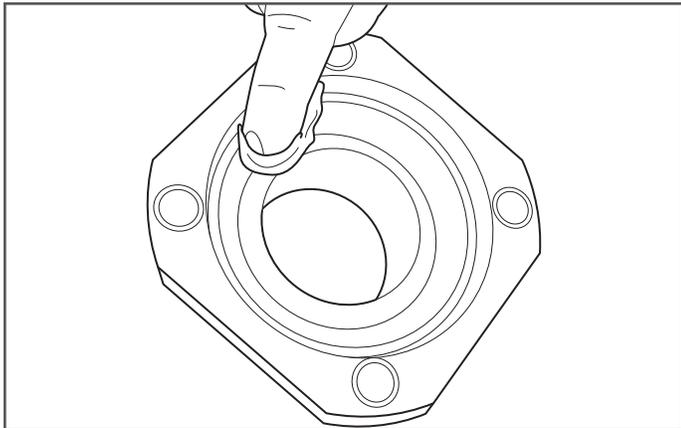

Figura 9-10
10. Use la grasa limpia para rodamientos o la grasa al litio para cubrir la superficie interna del adaptador frontal del acoplamiento DoubleTrac®. (Figura 9-10)